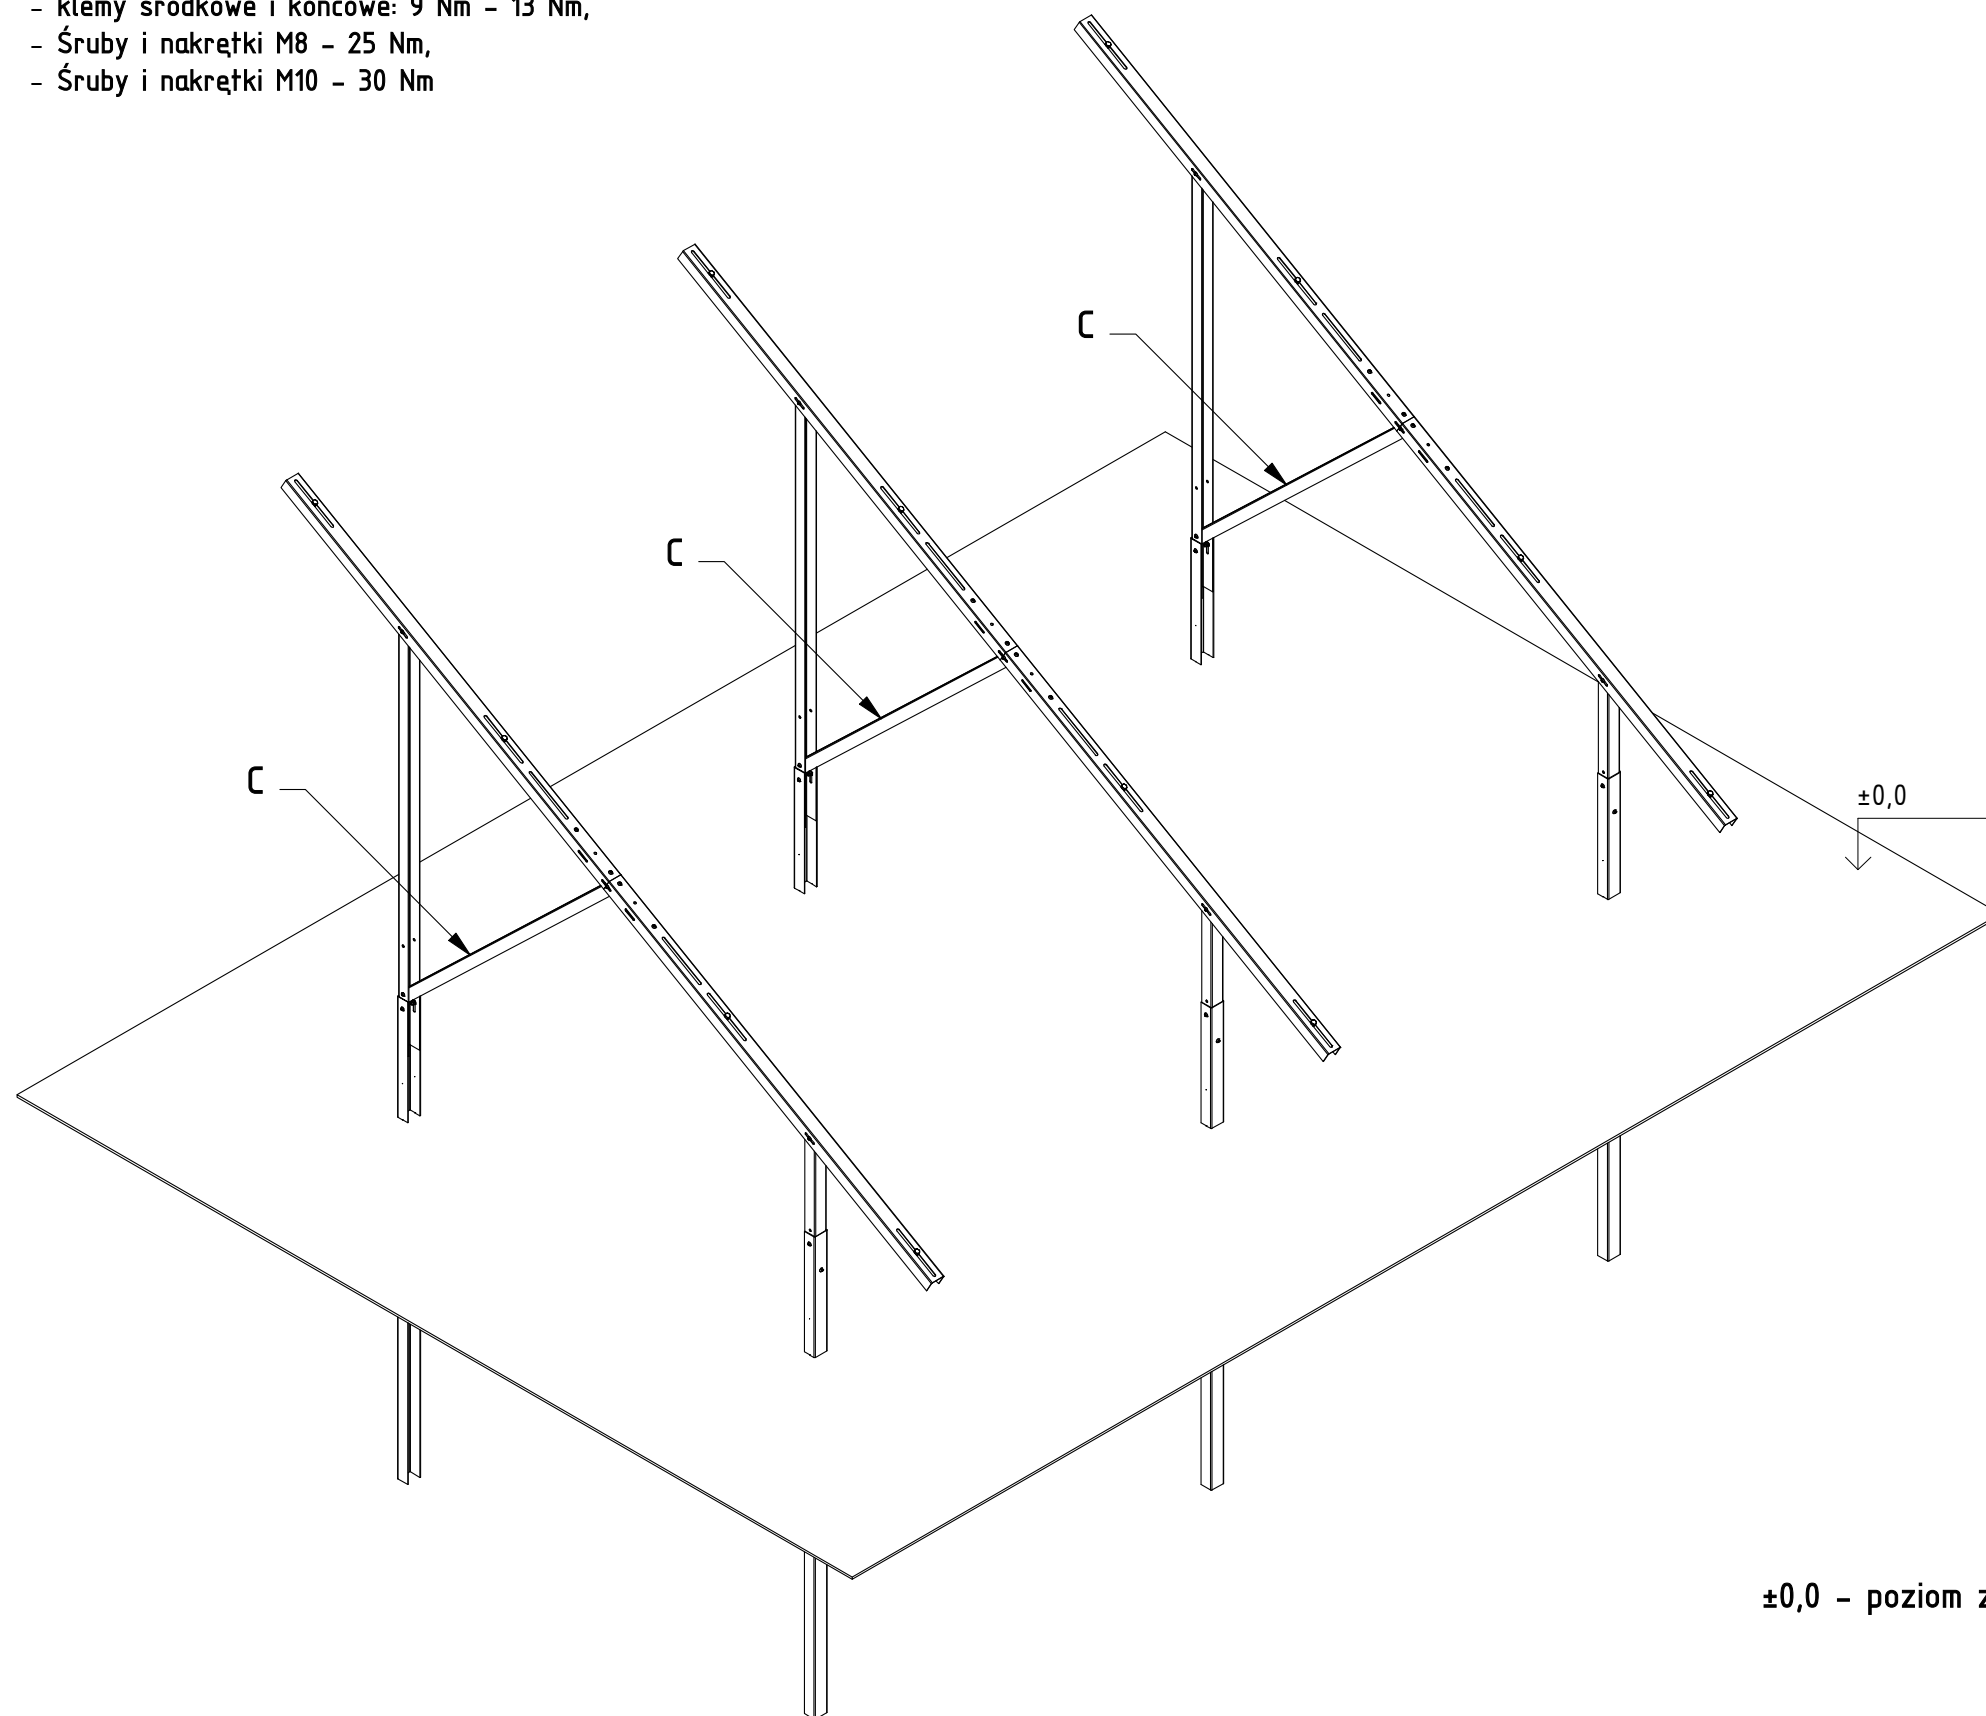

Rys.3 Złączenie podpory tylnej i przedniej z belką skośną
** Parametr "d" patrz Rys.3 (Arkusz 9)